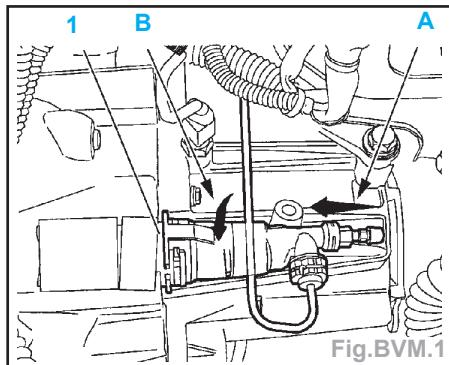

Fig.BVM.1
- Débrider le tuyau d'alimentation du récepteur hydraulique (1) (Fig.BVM.1).